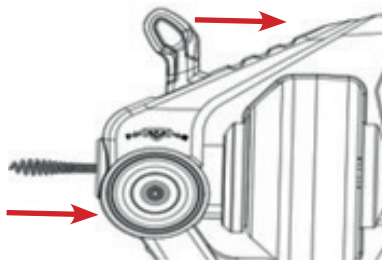

Fig. 7
- Spiralaxeln är framdragen framtill (fig. 7).